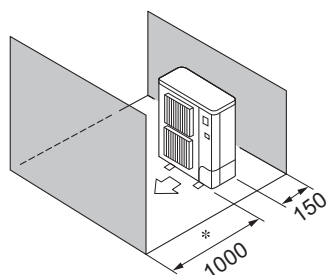

Fig. 3-9
- ⑤ Solo ostacoli anteriori e posteriori (Fig. 3-9)